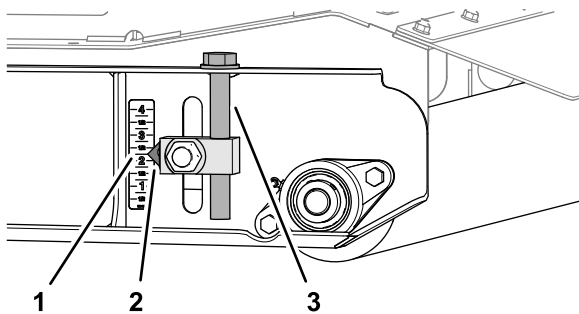

Figura 83
5. Nel rullo posteriore, sollevate i regolatori dell'altezza di taglio di sinistra e destra alla tacca di 5,7 cm sull'adesivo (Figura 83).